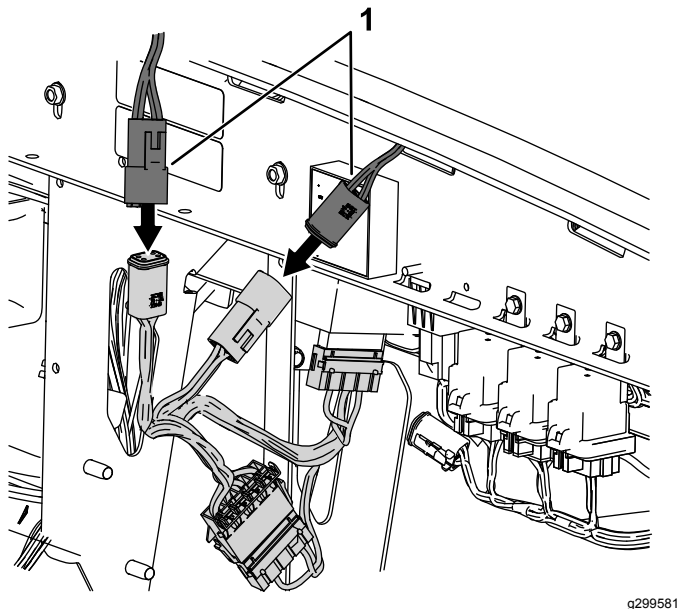

Figura 26
5. Collegate la spina quadrata sfusa sul cablaggio preassemblato del convertitore dell'alimentazione al cablaggio preassemblato dell'adattatore della cabina (Figura 26).
6. Collegate la presa quadrata sfusa sul cablaggio preassemblato del convertitore dell'alimentazione al cablaggio preassemblato dell'adattatore della cabina (Figura 26).